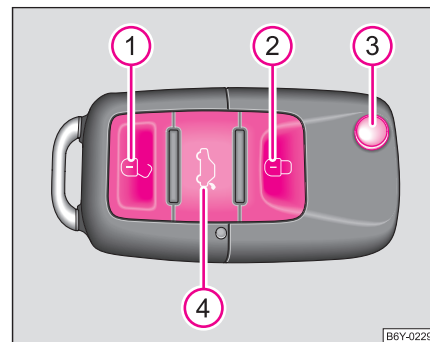

Fig. 28 Cheie cu semnal
- Apăsați tasta ④ cca. 1 sec. ⇒ fig. 28.